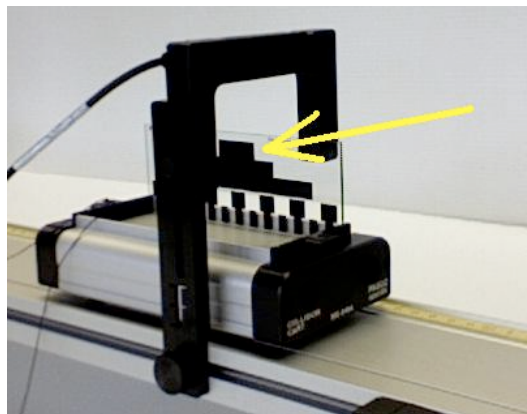

Figure 11. Chariot aligné avec le photomètre, pendant lequel le compteur est activé.
12. Amenez le chariot sous le photomètre et vérifiez que le temps augmente sur le compteur du photomètre (voir Figure 11). La lumière rouge du photomètre devrait être alignée avec le rectangle supérieur, montré par la flèche à la Figure 11. Vous êtes prêts à prendre vos données.